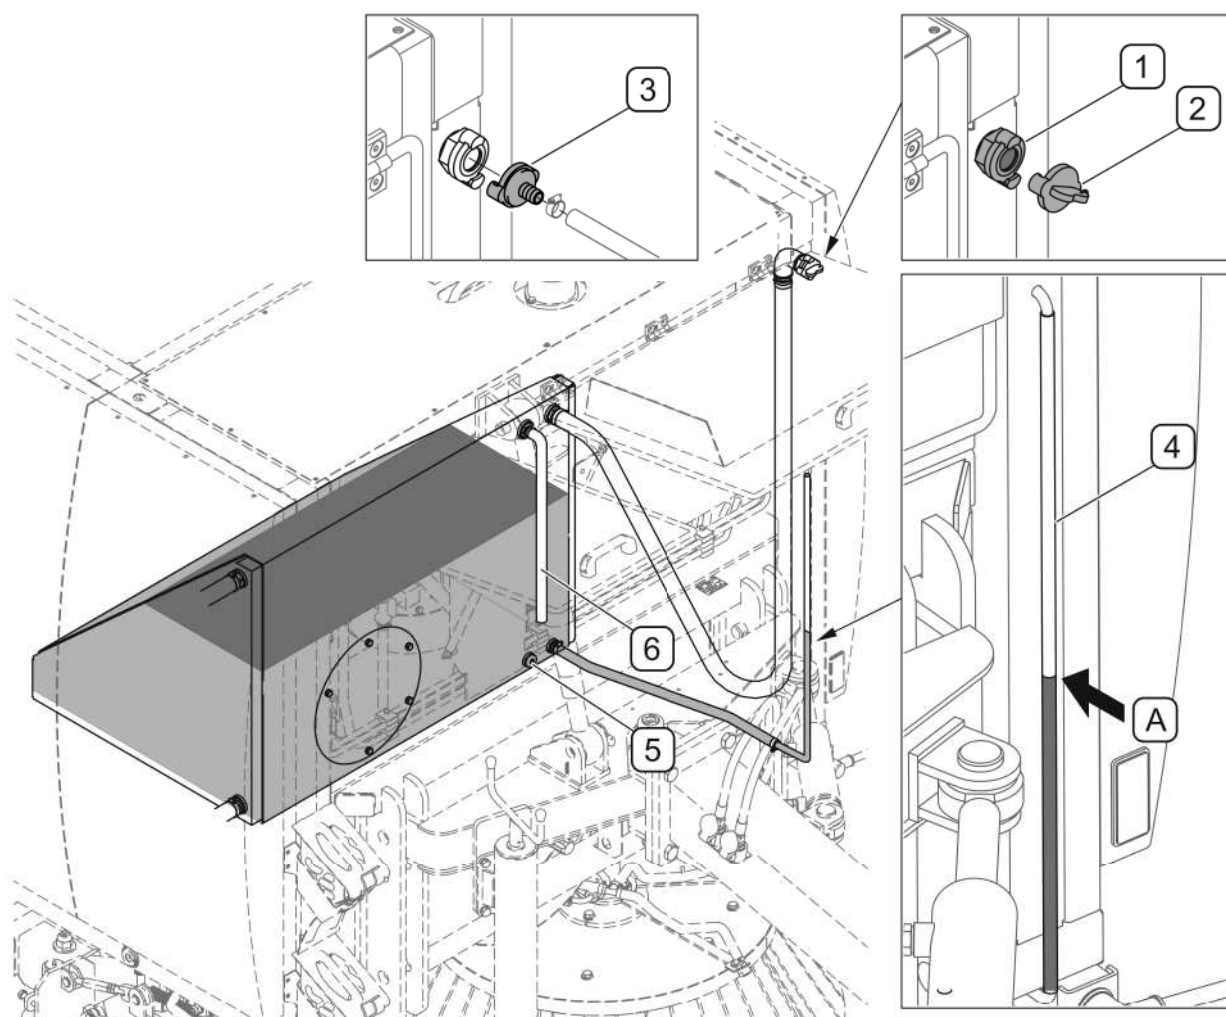

РИСУНОК 4.6А Бак для воды
В баке для воды емкостью 240 литров имеется указатель уровня воды (2), размещенный на передней левой стойке рамы (РИСУНОК 4.6А). Наполнение бака для воды осуществляется через заливное отверстие (1) с пробкой (2) в верхней части правой стойки рамы. Можно заливать воду в бак непосредственно из водопроводной сети при помощи кулачкового соединения (3) (оснащение) или при помощи обычного шланга, который нужно вложить в трубу заливного отверстия (1). Сливное отверстие с пробкой (3) находится в нижней части бака, справа на торцевой стенке. Во время работы машины необходимо контролировать уровень воды в баке.